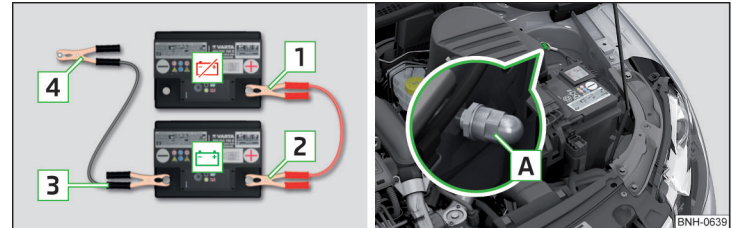

Abb. 256 Starthilfe: 🚗 - entladene Batterie, 🚗 - stromgebende Batterie / Massepunkt des Motors beim START-STOPP-System
- Bei Fahrzeugen **mit** dem START-STOPP-System die Klemme **4** am Massepunkt des Motors **A** befestigen » Abb. 256.